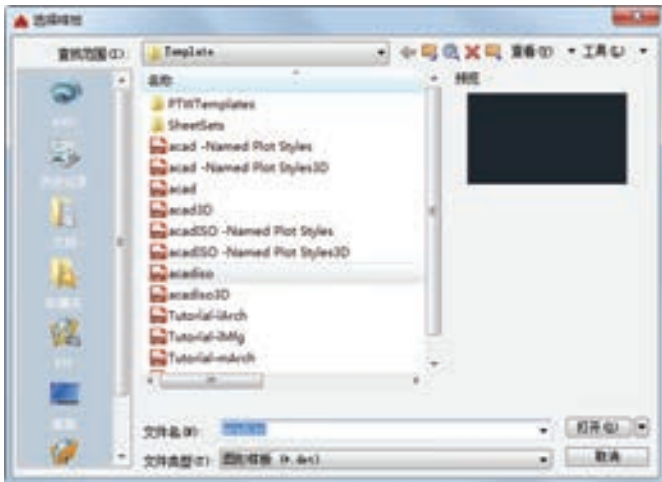

图 5-31 “选择样板”对话框
2) 选择样板文件。单击“标准”工具栏中的“新建”按钮, 系统打开“选择样板”对话框, 选择“acadiso.dwt”样板文件为模板, 如图 5-31 所示。单击“打开”按钮, 进入绘图环境。